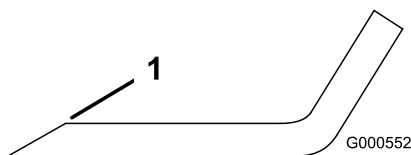

Bild 80
1. Schärfen Sie die Schnittkante an beiden Enden des Schnittmessers mit einer Feile (**Bild 80**).
Hinweis: Feilen Sie, wenn das Schnittmesser nicht ausgewuchtet ist, vom Flügelbereich des Messers etwas Metall ab (**Bild 80**).